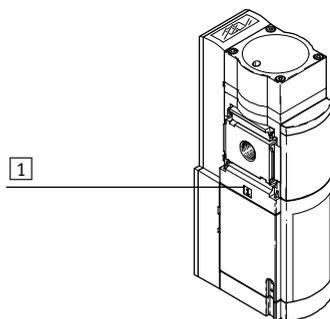

Fig. 15 Направление потока
- Соблюдайте направление потока от 1 к 2. В качестве ориентира служат цифры [1] и [2] на корпусе изделия (→ Fig. 15).